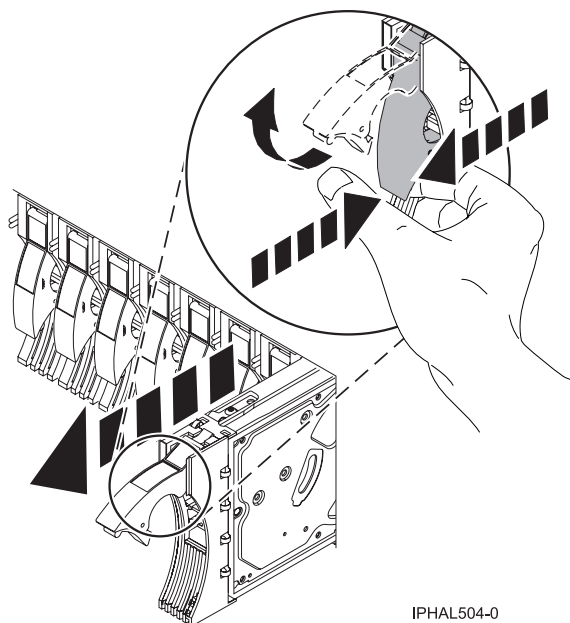

Figure 19. Retrait d'une unité de disque d'un modèle
13. Déverrouillez la poignée de l'unité en appuyant dessus et en la tirant vers vous (voir figure 19).